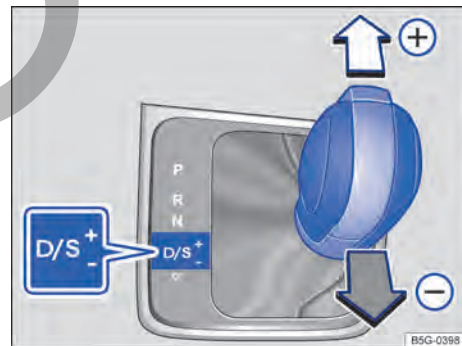

Fig. 136 Palanca selectora en la posición Tiptronic.
- Para cambiar a una marcha superior o inferior, empuje levemente la palanca selectora hacia delante (+) o hacia atrás (-) → fig. 136.